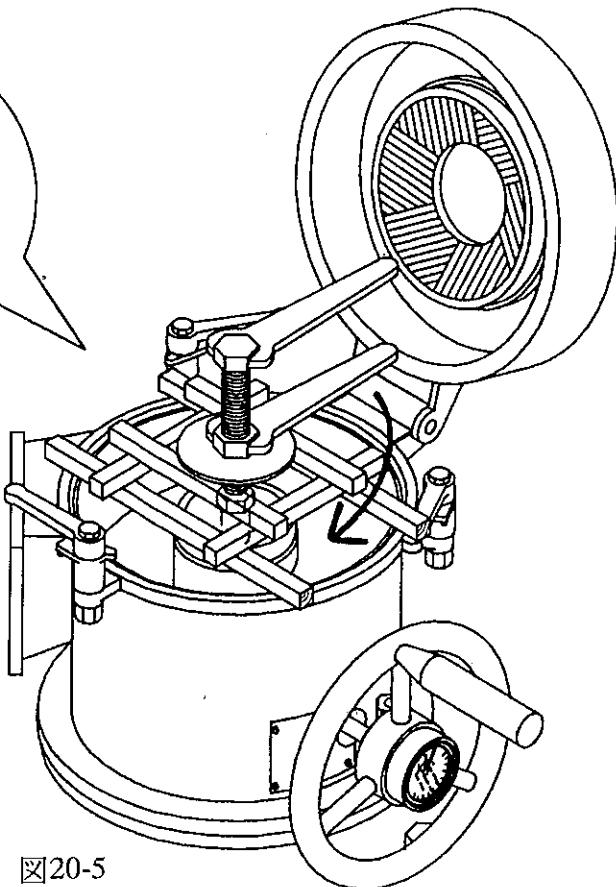

図20-5
- スパナを図20-5の様にかけ、上のスパナは固定し、下のスパナを回し締め上げます。